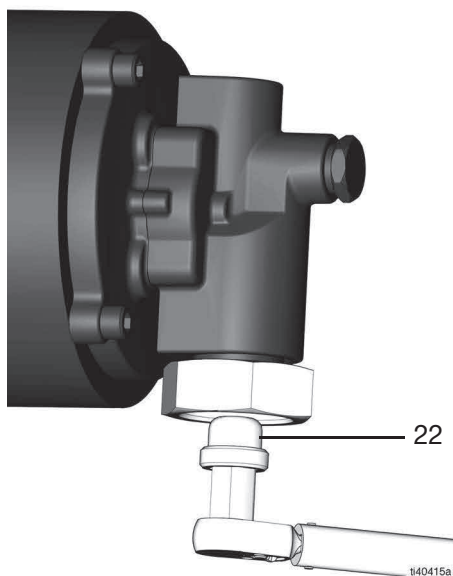

図 2
5. 吸引フィルタ (22) を 3/4 インチ (19mm) 六角レンチを使用して、取り外します（図 2）。
1. 吸引フィルタ (22) をポンプインレットに、3/4 インチ (19 mm) 六角レンチ（トルク 30 ft-lbs, 40.7 N•m）を使用して、締め付けます（図 2）。